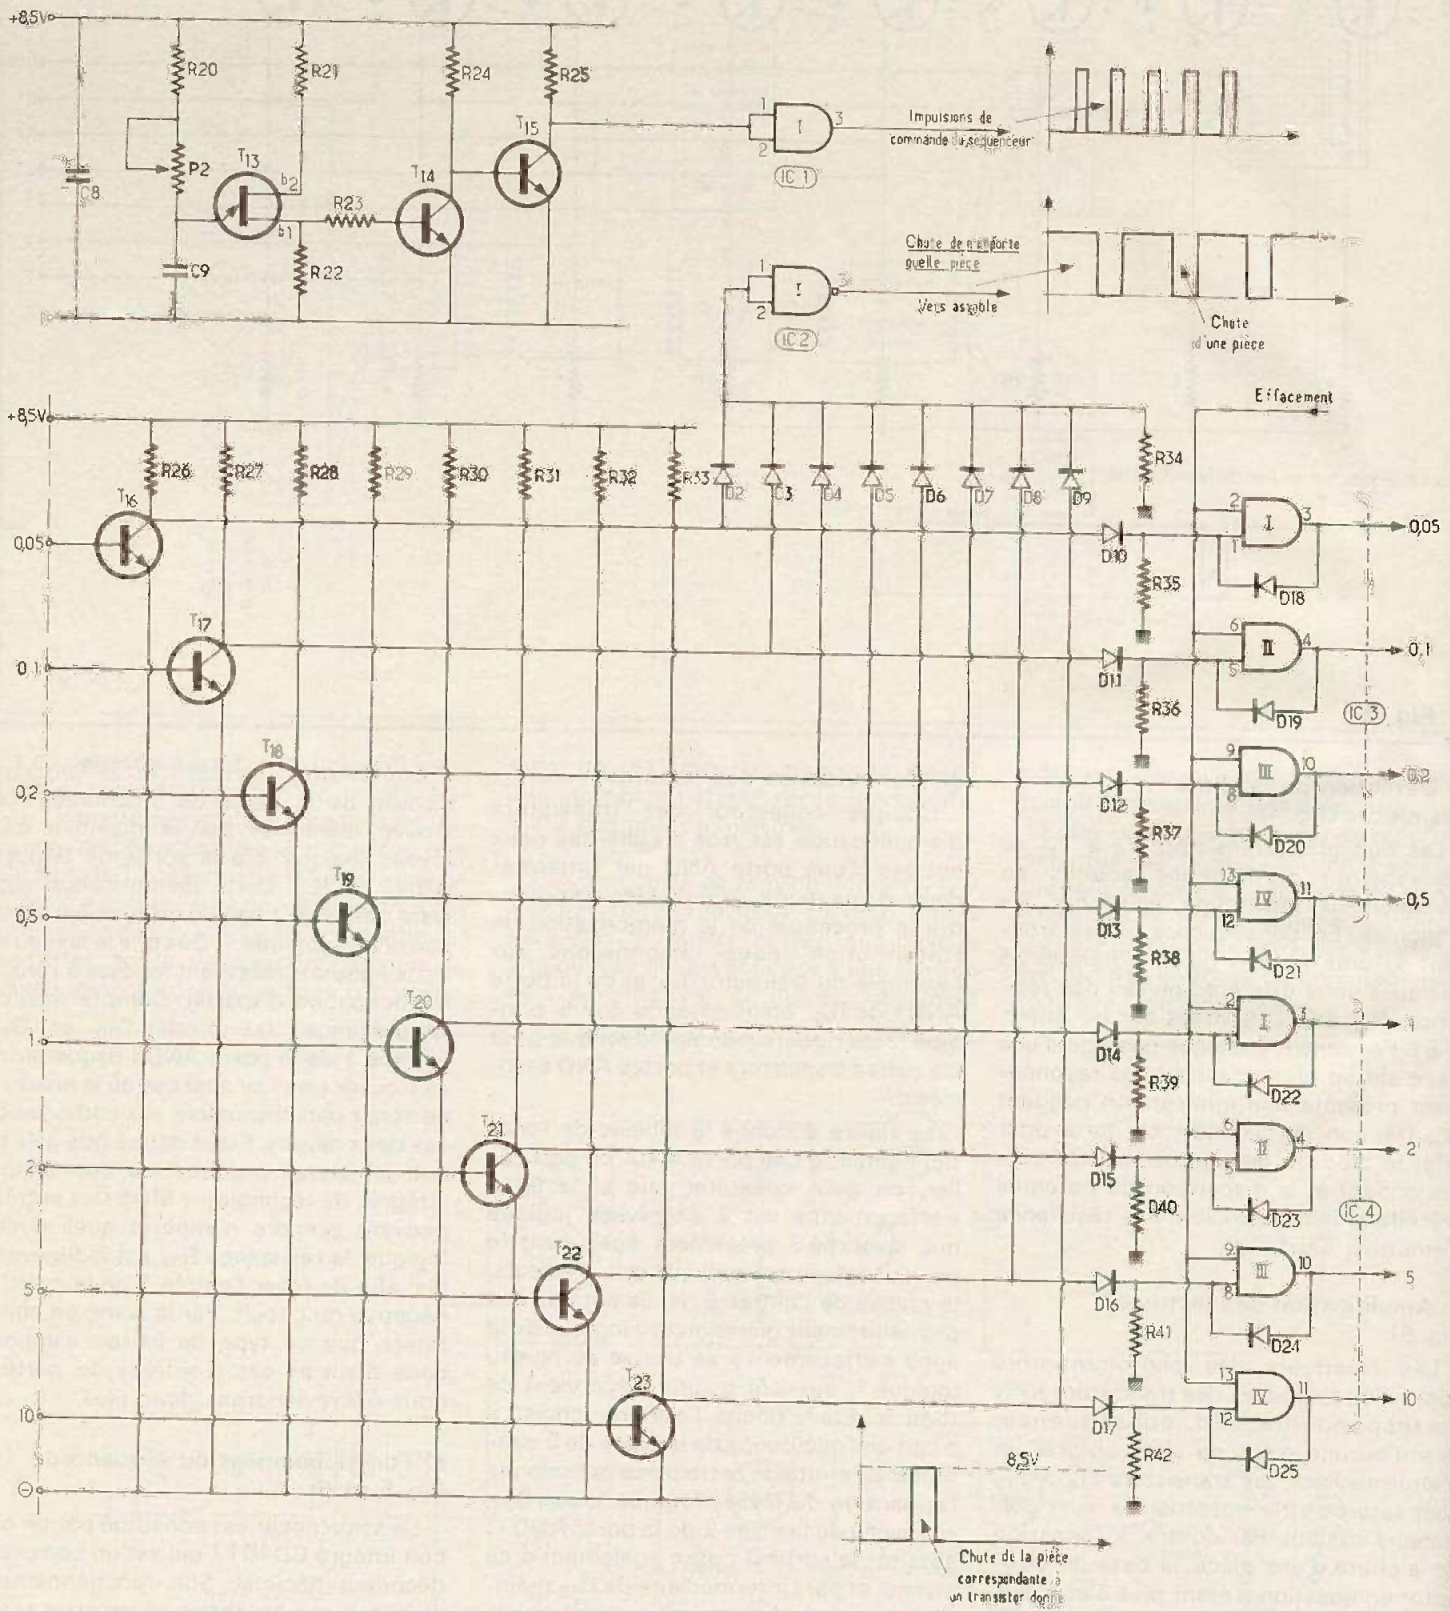

Fig. 5
c) Amplification des lectures (fig. 5)
e) Fonctionnement du séquenceur (fig. 5 et 6)
ment, il convient d'expliciter un certain nombre de dispositions périphériques qui le commandent. En premier lieu, la figure 5 représente un montage désormais bien connu de nos lecteurs : celui du branchement d'un transistor unijonction (T_{13}). Rappelons cependant, brièvement le fonctionnement d'un tel transistor. Lorsque le potentiel de l'émetteur de ce transistor est voisin de zéro, il présente entre ses bases b_2 et b_1 , une résistance ohmique de plusieurs centaines d'ohms. Au fur et à mesure que le potentiel de l'émetteur croît, par la charge progressive de C_9 à travers R_{20} et P_2 , cette résistance $b_2 - b_1$ reste toujours à sa valeur relativement élevée. Lorsque le potentiel de l'émetteur atteint une valeur caractéristique appelée « tension de pic ou de crête », cette résistance tombe brutalement à une valeur très faible. Il s'en suit la décharge rapide de C_9 et l'apparition d'un potentiel de quelques volts au niveau de R_{22} . Ce phénomène est périodique et la période de temps correspondante est proportionnelle au produit $C_9 (R_{20} + P_2)$. Ces impulsions sont amplifiées par les transistors T_{14} et T_{15} montés en émetteur commun et à la sortie de ce montage, se trouvent disponibles des crêneaux pris en compte par la porte AND I de IC_1 . Ces crêneaux de commande d'une dizaine de hertz de fréquence serviront par la suite à l'avance du séquenceur CD4017 (IC_6).